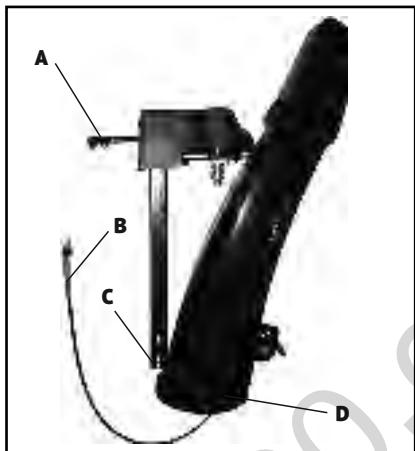
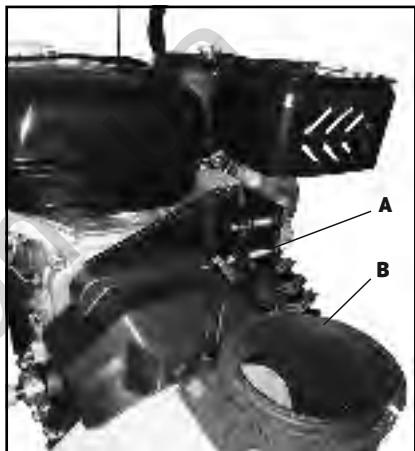

Рис. 6
Рис. 7
- Поместите желоб снегоотбрасывателя (рис.6, D) на опорный раструб (рис.7, B)
- Установите опорную планку желоба (рис.6, C) в посадочное место (рис.7, A) и закрепите двумя болтами.
- Вставьте рычаг привода желоба стороной А (рис.8) в отверстие в панели управления затем подсоедините рычаг привода стороной В (рис.8) с точкой А (рис.6) на приводе желоба. И закрепите их болтами.